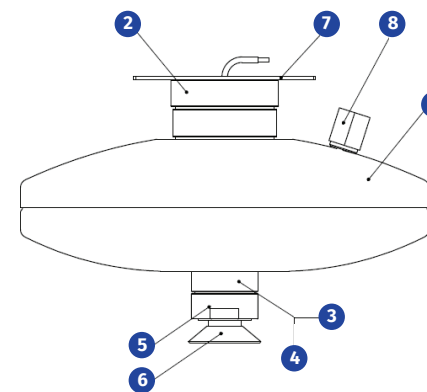

Рисунок 1
- открутить предохранительный клапан (поз. 8, рисунок 1) на штуцере ПК. Слить раствор ОТВ прикрутить предохранительный клапан;
- ✘ ставить модуль на стакан (рис.1, поз.5);
5.2.3 Открутить предохранительный клапан (поз. 8, рисунок 1) на штуцере ПК.